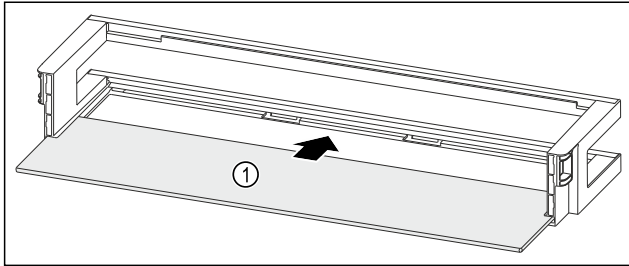

Fig. 127 Дверная полка со съемной полкой
- ▶ Вдвиньте съемную полку Fig. 127 (1) в боковые пазы.